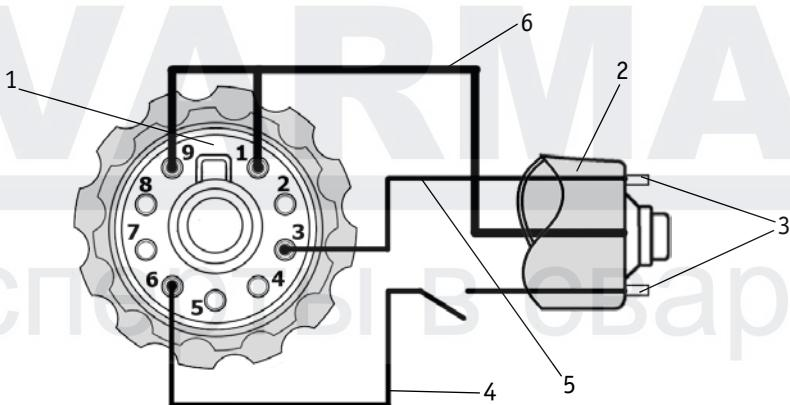

Рис. 9.4. Схема разъёма плазмотрона.
1. Разъём центральный кабельный (См. рис. 9.4).